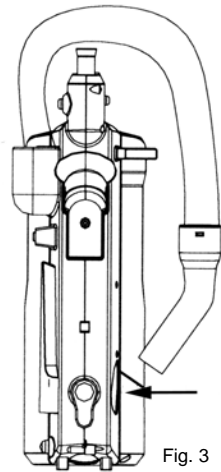

Fig. 3
- Tenez l'extrémité du boyau. Insérez le boyau dans le raccord du boyau. (Fig. 3)